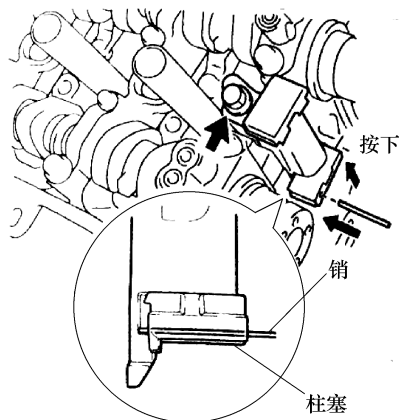

图 1-141 用插销固定张紧器
① 用螺栓安装 2 号链条张紧器总成。
② 推入张紧器的同时，将直径为 1.0mm 的销插入孔中以将其固定，见图 1-141。